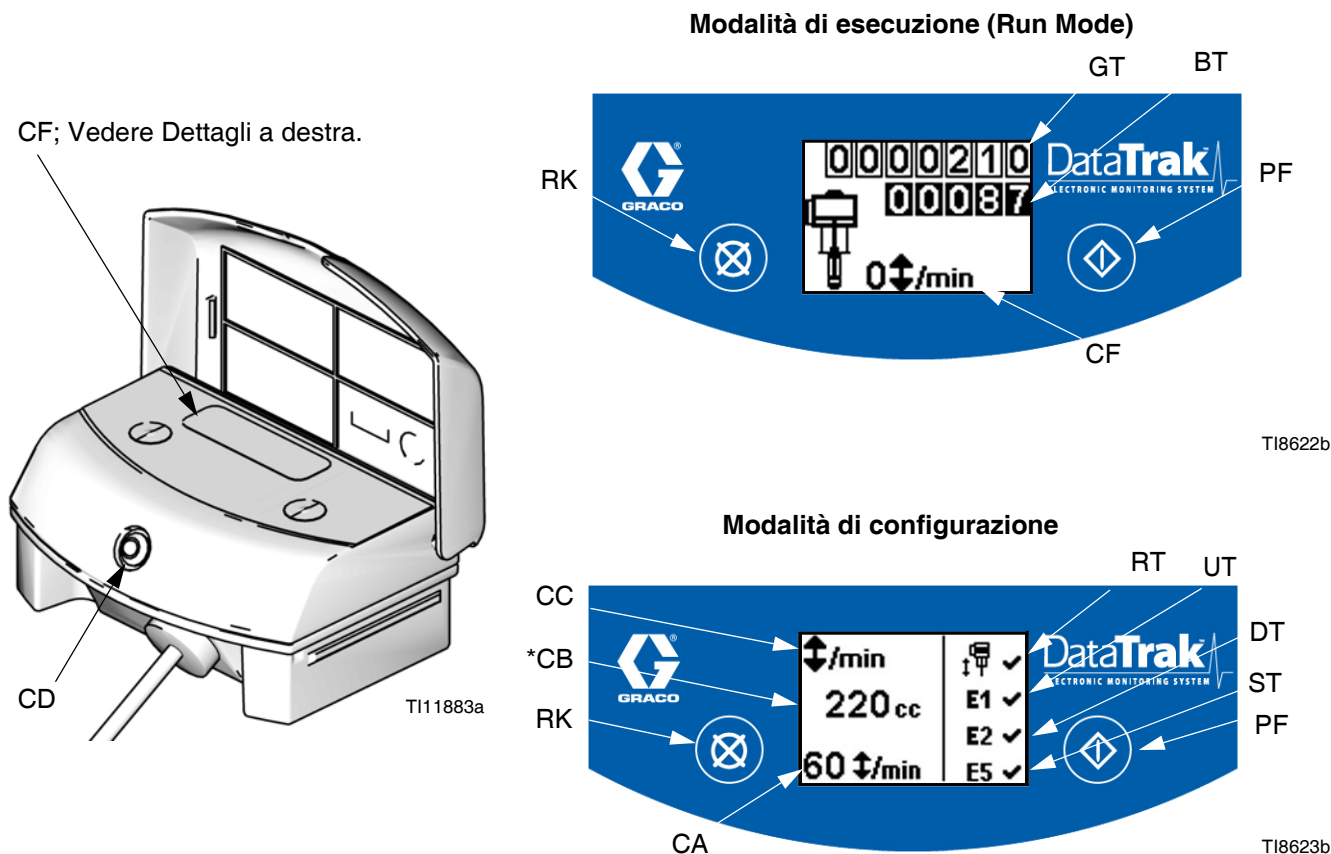

FIG. 31. Comandi e indicatori DataTrak
NOTA: Vedere FIG. 31. Il display (Y) si spegne dopo un minuto di inattività nella modalità di esecuzione o dopo tre minuti nella modalità di configurazione. Premere un tasto qualsiasi per riattivare il display. DataTrak II continuerà a contare i cicli quando il display è spento.
1. Vedere FIG. 31. Tenere premuto  per 5 secondi, fino alla visualizzazione del menu di configurazione.
NOTA: quando le opzioni di accelerazione e di errore E1, E2 ed E5 sono attivate, sulla schermata di configurazione apparirà un ✓. Vedere FIG. 31.
1. Vedere FIG. 31. Se si verifica l'accelerazione della pompa, il solenoide di fuga si attiva, arrestando la pompa stessa. Il LED (CD) lampeggia e il display (CF) indica la condizione di fuorigiri (vedere Tabella 1). Il display visualizzerà ciclicamente sei schermate di istruzioni.
2. Schermate accelerazione 1 e 2: per reimpostare il solenoide del fuorigiri, chiudere la valvola dell'aria principale (AP). Attendere che l'aria sia completamente scaricata dal motore pneumatico.
5. Aprire la valvola dell'aria principale (AP) per riavviare la pompa.
NOTA: Per disattivare il monitoraggio del fuorigiri, entrare in modalità di impostazione e impostare il valore del fuorigiri (CA) su 0 (zero) o disattivare (RT)  (vedere FIG. 31).
1. Vedere FIG. 31. Per accedere alla modalità di adescamento/lavaggio, premere un tasto qualsiasi per riattivare il display, quindi premere . Sul display viene visualizzato il simbolo dell'adescamento/lavaggio e il LED lampeggia
2. In modalità di adescamento/lavaggio, la protezione contro l'accelerazione è disattivata e il totalizzatore batch [BT] non esegue il conteggio). Il totalizzatore generale (GT) continua il conteggio.
Vedere FIG. 31. L'ultima cifra del totalizzatore parziale (BT) indica i decimi di galloni o litri. Per azzerare il totalizzatore, premere un tasto qualsiasi per riattivare il display, quindi tenere premuto  per 3 secondi.
Vedere FIG. 31. Il display (CF) si spegne dopo un minuto di inattività nella modalità di esecuzione o dopo tre minuti nella modalità di configurazione. Premere un tasto qualsiasi per riattivare il display.
Il DataTrak è in grado di diagnosticare diversi problemi della pompa. Quando il sistema di monitoraggio rileva un problema, il LED (CD, vedere FIG. 31) lampeggia e viene visualizzato sullo schermo un codice diagnostico. Vedere tabella 1.
| <p>E4</p> | E-4 | Manutenzione componente 1 (solo unità con protezione contro l'accelerazione) | Problema con l'arresto dell'accelerazione. | <ul style="list-style-type: none"> Solenoido danneggiato. Carrello della valvola danneggiato. La protezione contro l'accelerazione (RT, FIG. 31) può essere abilitata con la pompa non provvista di valvola a solenoide per l'accelerazione. Entrare nella schermata di configurazione e disabilitare la protezione contro l'accelerazione. |
| <p>E6 Fuse 250mA</p> | E-6 | Fusibile fulminato | Il fusibile è fulminato. Sostituire il fusibile; vedere pagina 37. | <ul style="list-style-type: none"> Solenoido o cavi del solenoide guasti. Temperature estreme (oltre i 140 °F [60 °C]). La protezione contro l'accelerazione (RT, FIG. 31) può essere abilitata con la pompa non provvista di valvola a solenoide per l'accelerazione. Entrare nella schermata di configurazione e disabilitare la protezione contro l'accelerazione. |